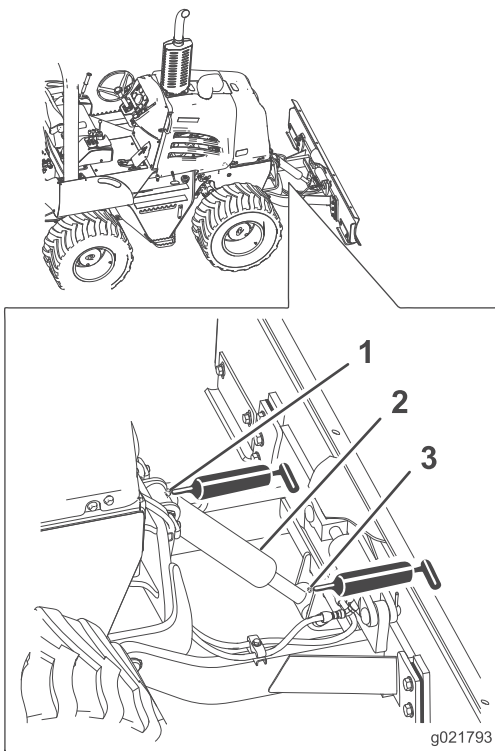

Figure 34
2. Connectez le pistolet à graisse sur les graisseurs supérieur et inférieur du vérin de levage et pompez la poignée du pistolet 3 fois sur chaque graisseur (Figure 34).